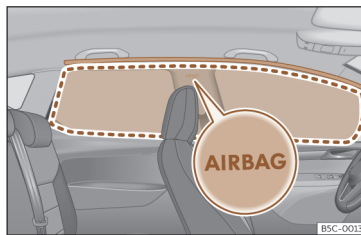

Fig. 35 Emplacement des airbags rideaux.
Les airbags rideaux se trouvent des deux côtés de l'habitacle, au-dessus des portières >>> fig. 35, repérés par les monogrammes « AIRBAG ».
Lorsqu'il se déclenche, l'airbag rideau occupe la zone marquée (zone de déploiement) >>> fig. 35. C'est pourquoi il ne faut jamais déposer ou fixer des objets dans cette zone >>> ⚠.
- Assurez-vous que les enfants voyagent correctement assis dans leur siège et ne placent pas leur tête dans la zone de déploiement des airbags rideaux >>> fig. 35, car ceux-ci pourraient les heurter et provoquer des blessures graves en cas de déclenchement.